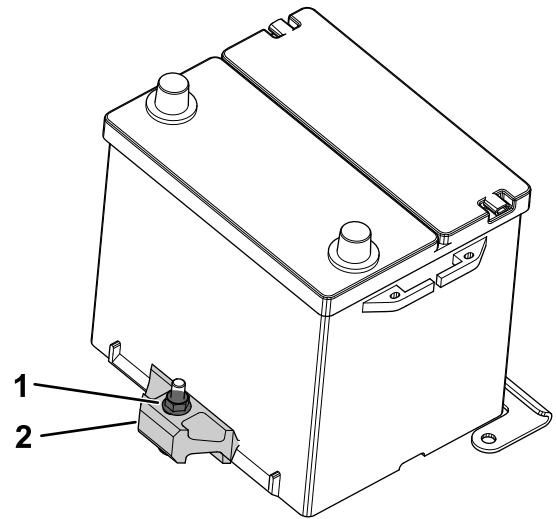

Figura 77
2. Afloje la contratuerca que fija la pletina de sujeción de la batería y retire la batería de la bandeja (Figura 77)
1. Coloque la batería sobre la bandeja y fijela a la pletina de sujeción apretando la contratuerca (Figura 77).